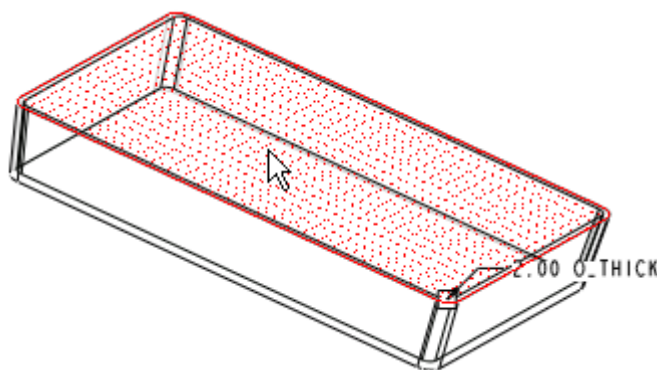

图 46-12
- (1) 单击特征工具栏中的按钮 , 打开壳特征操控板, 设定壳厚度为 2。
- (2) 选择长方体大端面为开口面 (也称移除面), 图 46-12 所示。